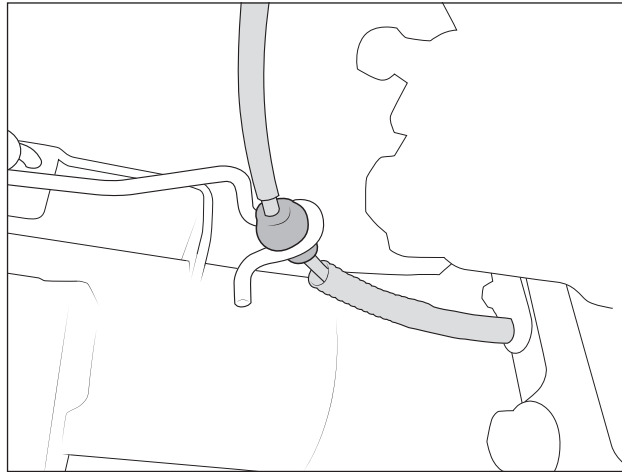

Abbildung 3
5. Den Seilzug der Feststellbremse von der Halterung an der Achse lösen, um Bewegung zu ermöglichen (Abb. 3).